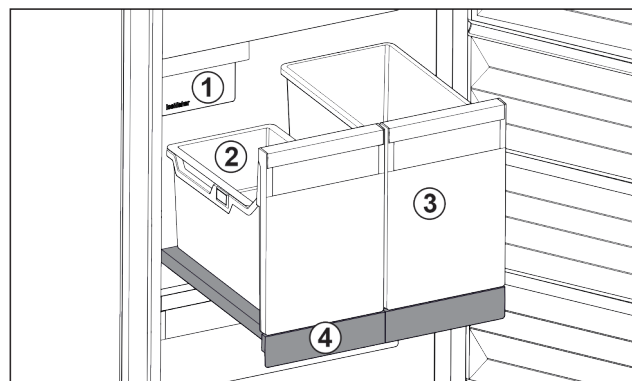

Fig. 81 Compartiment coulissant avec IceTower
- (1) IceMaker
- (2) Balconnet pour glaçons
- (3) Bac pour pizzas, boissons alcoolisées, etc.
- (4) Compartiment coulissant
Le compartiment coulissant comprend deux bacs hauts (IceTower). Le bac Fig. 81 (2) permet de recueillir et de stocker les glaçons de l'IceMaker. Les bacs Fig. 81 (3) sont conçus pour stocker des aliments hauts comme les pizzas et boissons alcoolisées.